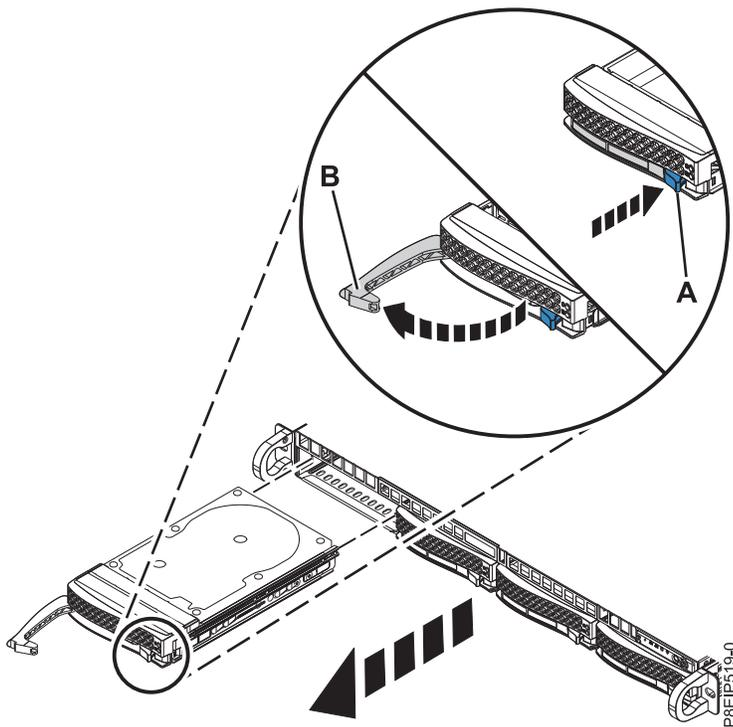

Figura 1. Extracción de una unidad de disco
4. Desbloquee el asa de la bahía de unidad **(B)** presionando el pestillo del asa **(A)** como se muestra en la Figura 1. Tire del asa **(B)** hacia usted. Si el asa no queda totalmente hacia fuera, la unidad no puede deslizarse fuera del sistema. Extraiga la unidad del sistema sujetándola por la parte inferior. Si la unidad no coincide con el modelo y el número de serie que ha escrito en el paso anterior, vuelva a instalar la unidad en la bahía de unidad de la que la ha extraído y compruebe la otra bahía de unidad.